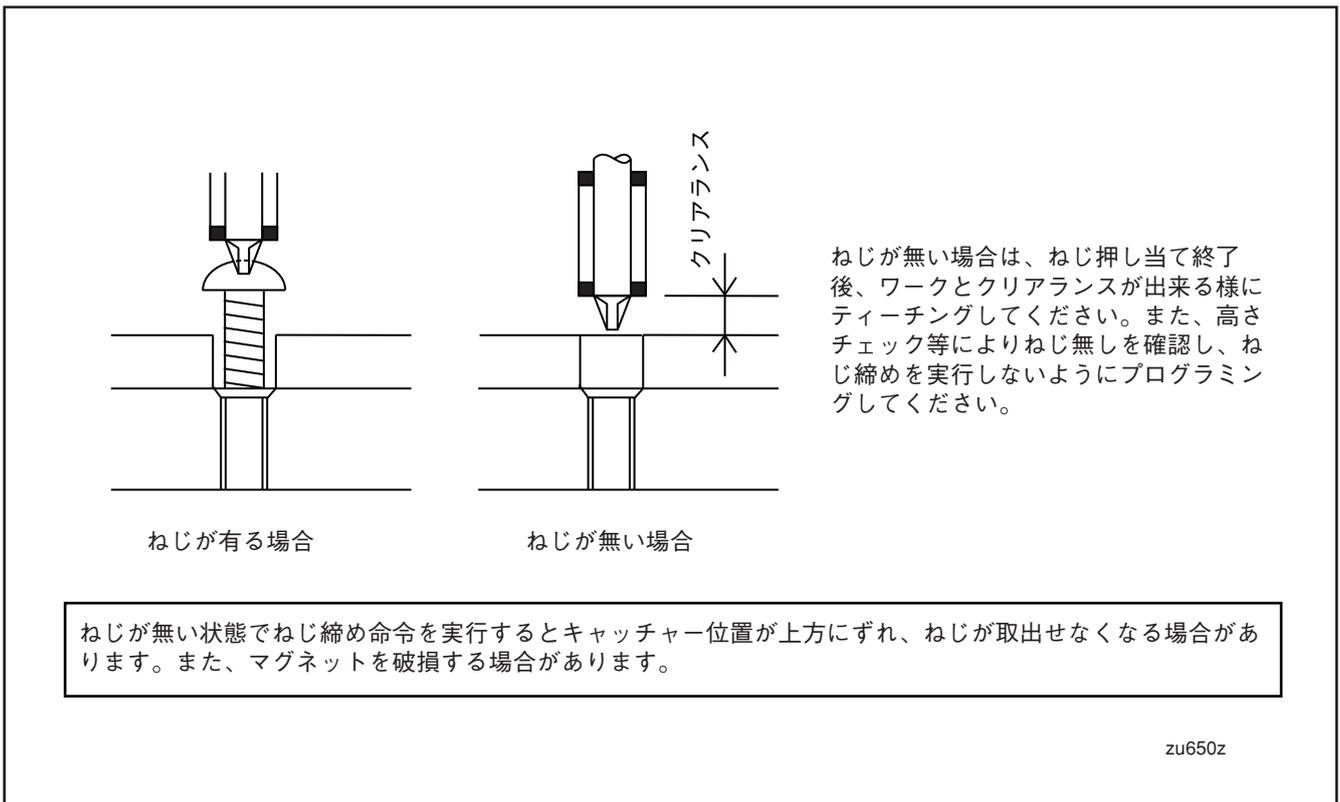

図1-22 注意事項
- (1) ねじ締め命令実行前にねじをワークに押し当てる時の注意事項を、図1-22に示します。